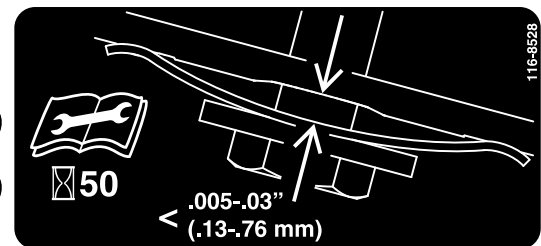

Bild 37
3. Halten Sie eine Fühlerlehre mit einem Abstand von 0,0127 mm bis 0,0762 mm gegen die Wand und schieben sie nach unten hinter die Riemenspannungsfeder, siehe Bild 37.